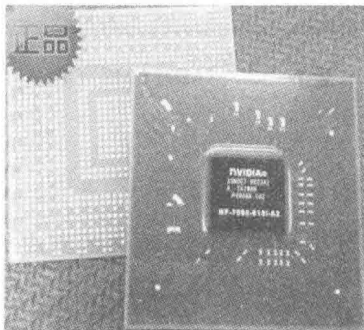
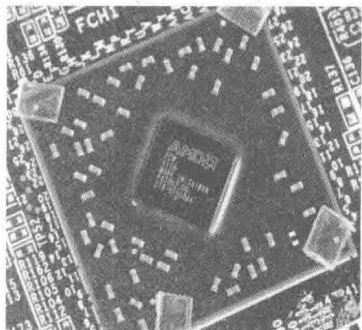

图 1-17 NVIDIA(NF610)北桥芯片
图 1-18 AMD(A75)北桥芯片
2. AMD 北桥芯片 + NVIDIA(英伟达)北桥芯片(图 1-17、图 1-18)